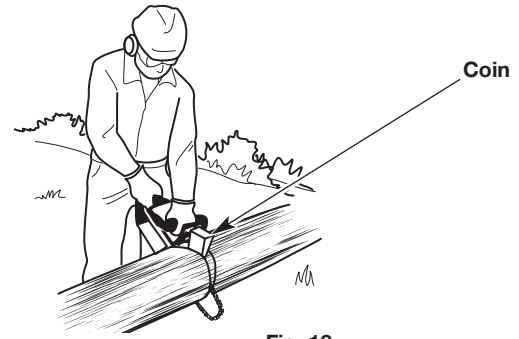

Fig. 18
2. Faites la deuxième coupe du côté opposé jusqu'à ce que les deux entailles se rencontrent. Si le diamètre du bois est assez grand, insérez des cales de plastique souple ou de bois pour garder la coupure ouverte et éviter le pincement (Fig. 18). Prenez soin de ne pas toucher aux cales avec la tronçonneuse.